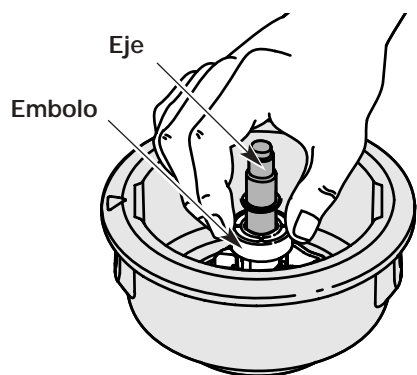

Fig. 51
Si el SpeedSpool® no suelta línea en forma correcta, tire firmemente de los extremos de la línea de la bobina (Fig. 51). Si al hacer esto la línea no se suelta, siga las instrucciones de *limpieza del SpeedSpool®* a continuación.
5. Limpie el eje y la superficie interior de la bobina exterior. Para limpiar el eje debajo del émbolo, empuje el émbolo hacia abajo (Fig. 51). Saque toda la suciedad o residuos del eje.